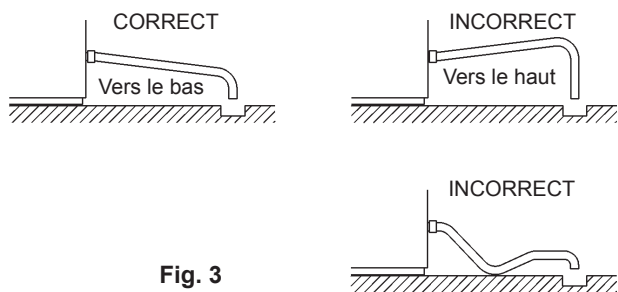

Fig. 3
- * Pour éviter un refoulement à l'intérieur du bac de stockage, poser le tuyau de vidange comme illustré à la figure 3.
3) Raccorder le tuyau gris de vidange (accessoire) au raccord R3/4 à l'arrière de la machine à glaçons comme indiqué, en contrôlant le placement correct de la rondelle d'étanchéité en caoutchouc avant de serrer le joint manuellement. Ce tuyau peut être coupé à la longueur voulue en fonction de la position de vidange principale (Fig. 3).